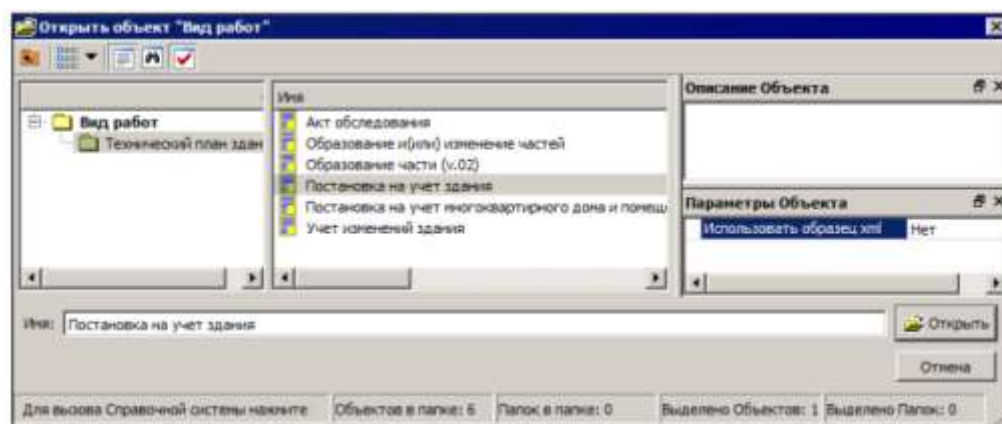

Рисунок 20– Открыть объект «Вид работ»
- В окне **Открыть объект «Вид работ»** выберите объект **Постановка на учет здания**, в поле **Параметры Объекта** в строке **Использовать образец xml** укажите **Нет**. Нажмите кнопку **Открыть** (рис. 20).